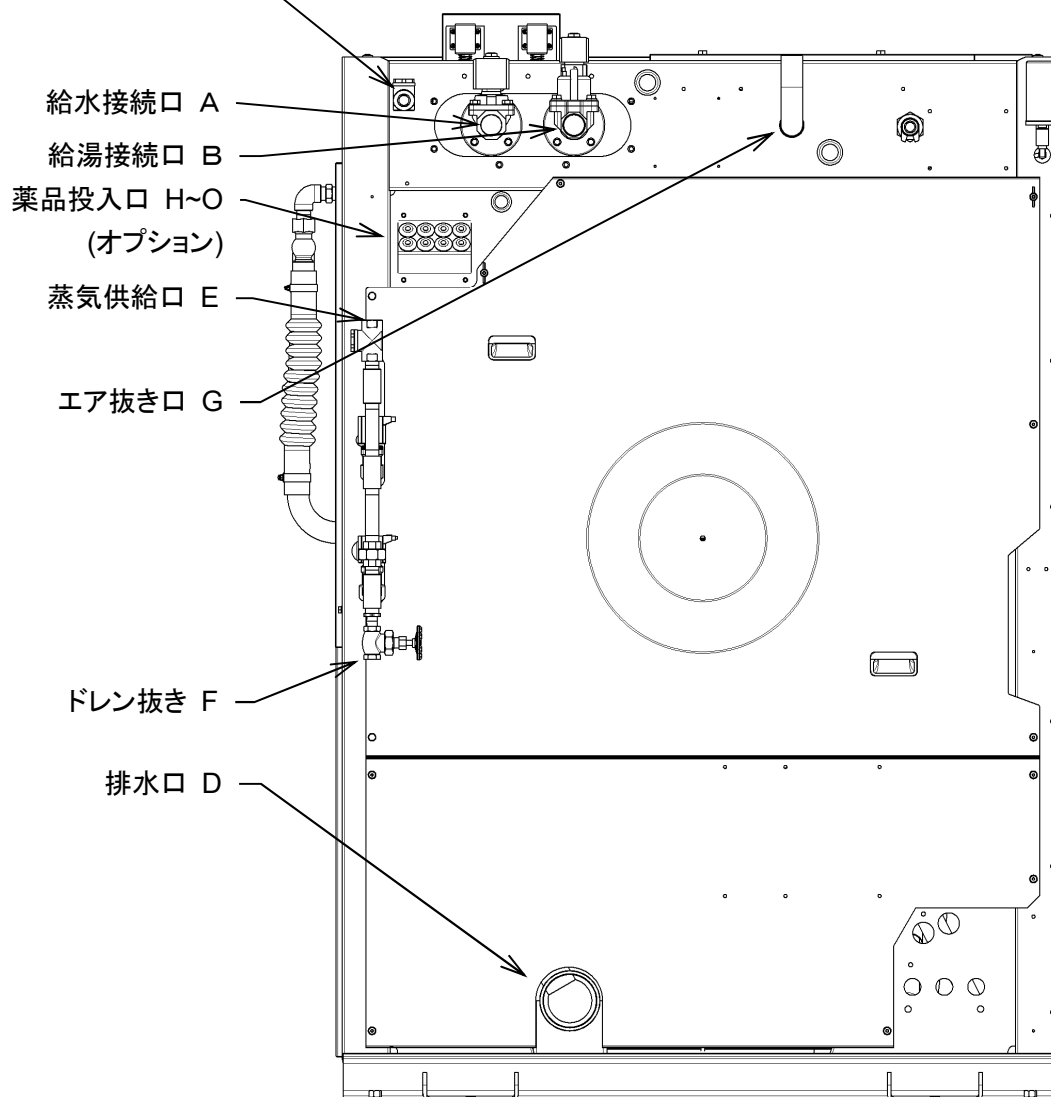

図5-1
- ・ 給水接続口Aに配管を接続します。(図5-1)
- ・ 給湯接続口Bに配管を接続します。(図5-1)
- ・ 給水接続口Cに配管を接続します。(図5-1)
- ・ 排水口 D に配管を接続します。(図5-1)
- ・ 電磁弁のトラブルにより、蒸気が本機後部のエア抜き口 G (図5-1) から放出される可能性があります。エア抜き口 G は塞いだり、向きを変えたりしないでください。
- ・ ドレン抜き F にホースを接続しバルブが開放されても蒸気により、人への傷害、本機への損害を招かない場所に配管すること。(図5-1)
- ・ 電磁弁のトラブルにより、蒸気が本機後部のエア抜き口 G (図5-1) から放出される可能性があります。トラブル発生時は速やかに蒸気本管と本機の間に取り付けられた手動オン／オフバルブを閉じ運転を停止してください。また、エア抜き口 G は塞いだり、向きを変えたりしないこと。